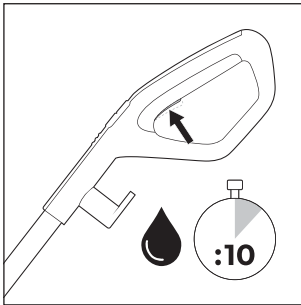

Abb. 18
- ◆ Halten Sie vor jedem Gebrauch den Schalter Reinigungslösung  **15** für ca. 10 Sekunden gedrückt, um die Bürstenrolle **6** mit Reinigungslösung betriebsbereit zu machen (siehe Abb. 18). Die Anzeige Reinigungslösung  **12** blinkt abwechselnd blau auf, wenn der Schalter Reinigungslösung  **15** gedrückt gehalten wird (s. Abb. 19).